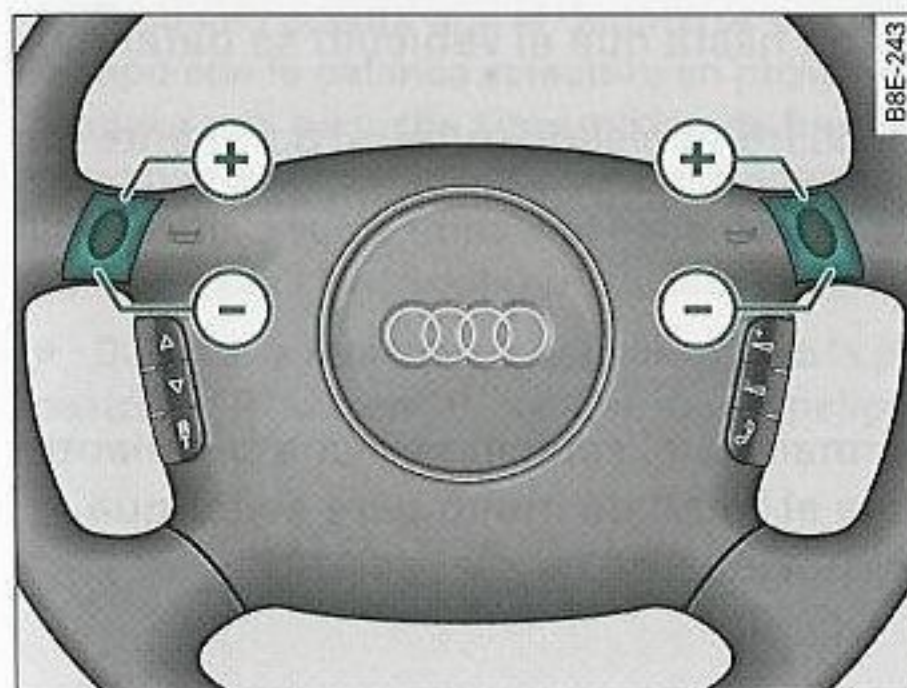

Fig. 154 Volante:
- Pulse brevemente una de las teclas de selección en la parte superior ⇒ fig. 154 (+).
- Pulse brevemente una de las teclas de selección en la parte inferior ⇒ fig. 154 (-).